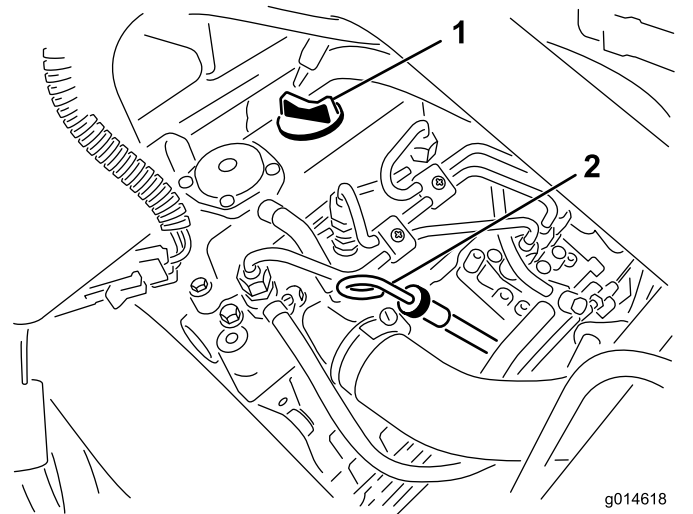

図 28
2. ディップスティックを抜きウェスで一度きれいに拭く(図 28)。ディップスティックを、首の根元までもう一度しっかりと差し込む。首から引き抜いて油量を点検する。油量が足りなければ、バルブカバーについている補給口のキャップを取り、ディップスティックの FULL マークまで **ゆっくりと** 補給する。補給するときはディップスティックで確認しながら少量ずつ入れる**入れすぎないこと。**